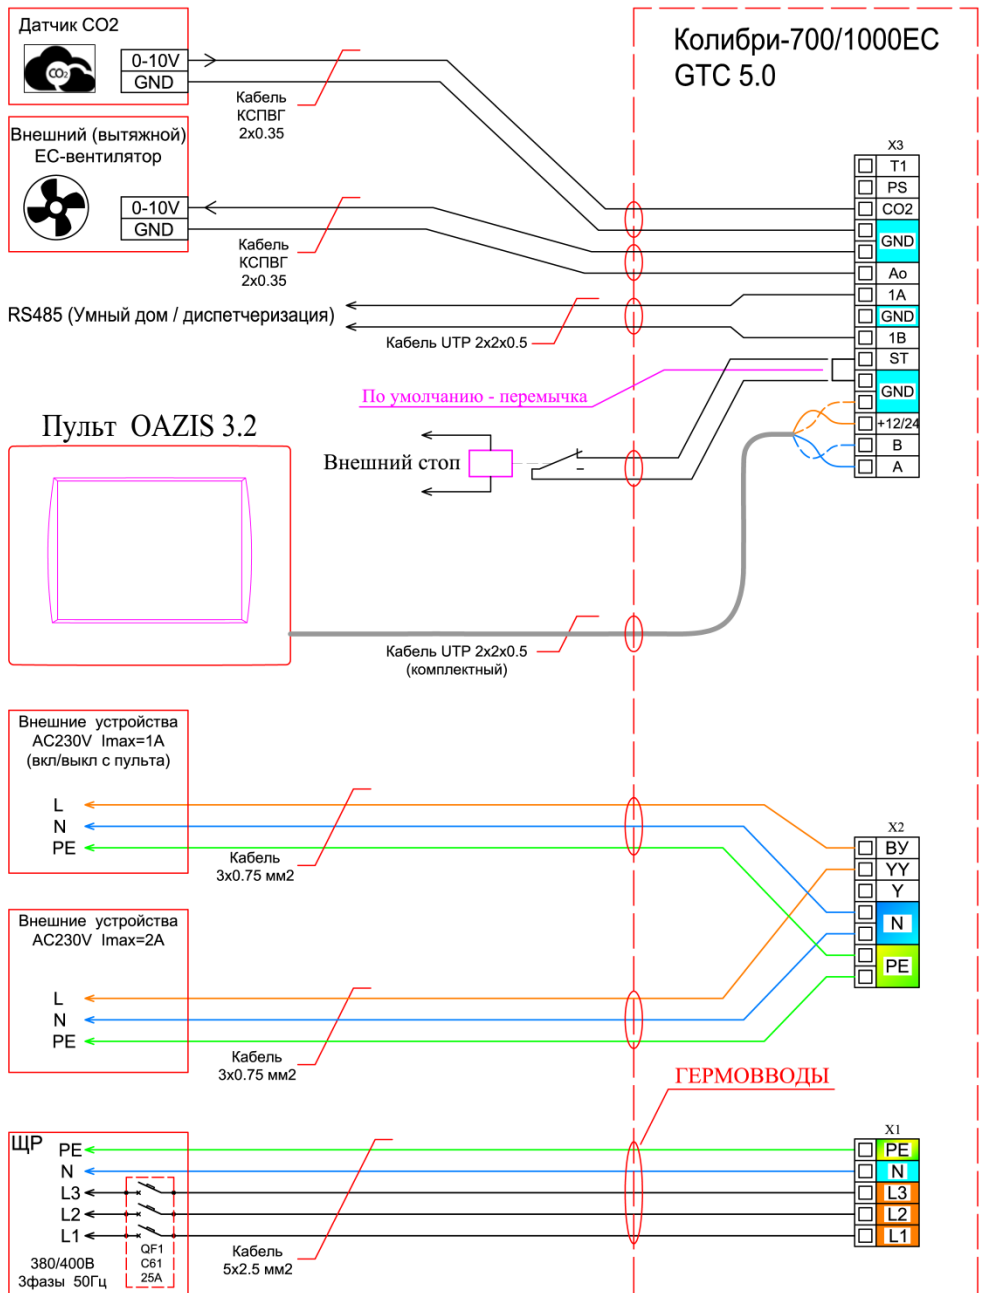

Рис. 4
Подключение К-700/1000ЕС производится в соответствие со схемами (См. Рис. 4 и Рис. 5), «пропуская» кабели через установленные в корпусе гермовводы (11).